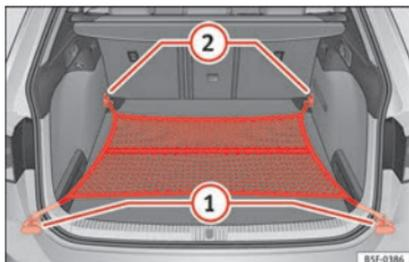

Fig. 178 En el maletero: bolsa de red enganchada a ras del piso (modelo LEON ST).
- Dado el caso, levante las argollas de amarre delanteras »» fig. 178 ②.
- Fije los ganchos de la red en las argollas de amarre ② »» ⚠. La cremallera de la bolsa tiene que quedar hacia arriba.
- Fije los ganchos de la red en las argollas de amarre ①.